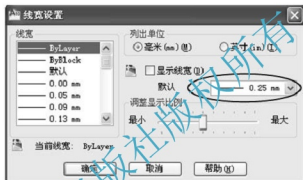

图 2.17 【线宽设置】对话框
(5) 设置默认线宽: AutoCAD 的默认线宽为 0.25mm, 右击状态栏上的【线宽】按钮, 在弹出的快捷菜单中选择【设置】选项, 打开【线宽设置】对话框, 如图 2.17 所示, 在此对话框中可查询或修改默认线宽。